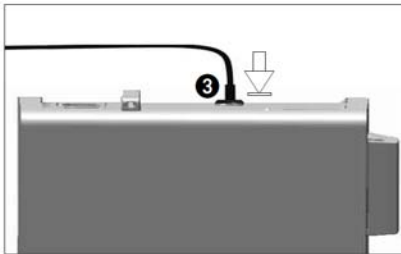

fig. 2
**E** - Ligue o cabo do pedal à sua entrada, oriente o conector com auxílio dos pinos de posicionamento. **Fig. 2.**